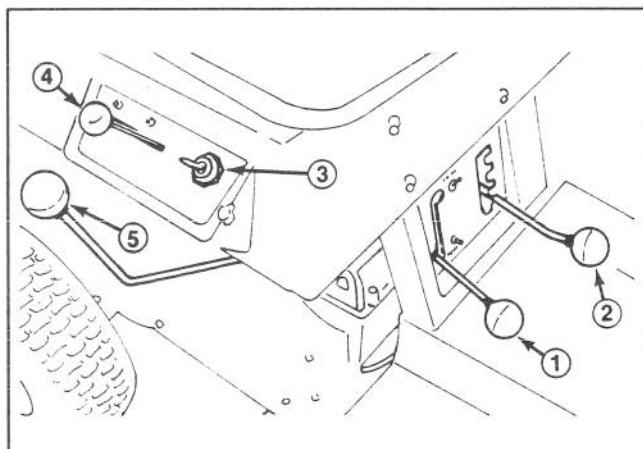

Abbildung 5
Gangschalthebel (Abb. 5)
Messerkontrollhebel (Abb. 5)
Gashebel (Abb. 5)
Schnitthöhe (Abb. 5)
Zündschloß (Abb. 5)
2. Den Schalthebel auf NEUTRAL und den Messerkontrollhebel auf AUSGERASTET stellen (Abb. 5).
3. Den Gashebel zum Kaltstart auf CHOKE stellen (Abb. 5). Warme Motoren erfordern keinen Choke. Unter solchen Umständen, den Gashebel auf die SCHNELL-Stellung bringen.
4. Den Zündschlüssel (Abb. 5) auf START drehen. Sobald der Motor anspringt, den Schlüssel wieder lösen und den Gashebel auf eine Position zwischen SCHNELL und LANGSAM (Halbgas) stellen, wenn zum Anlassen Choke gewählt wurde.
1. Den Messerkontrollhebel in die AUSGERASTET-Auskerbung stellen (Abb. 5).
2. Die Schnitthöheinstellung (Abb. 5) auf die gewünschte Höhe bringen.